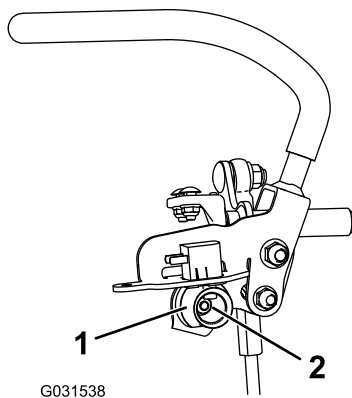

Bild 76
6. Lockern Sie die Mutter, mit der die Nocke befestigt ist (Bild 76).